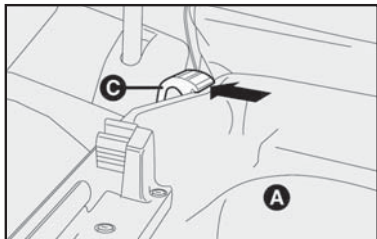

fig. 87
3) Travar as duas partes com as travas de suporte **C-fig. 87**.